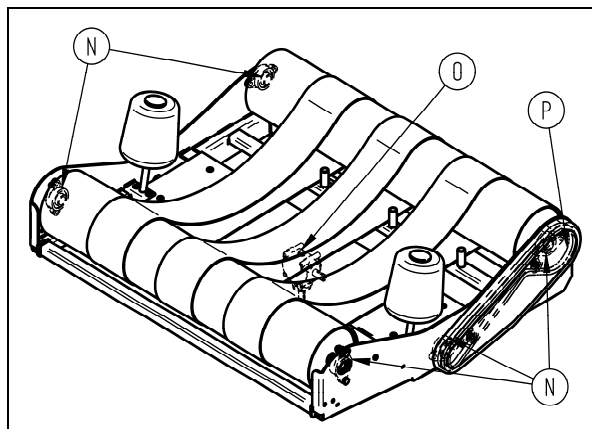

fig.32 – Points de lubrification berceau
- La lubrification de la chaîne de transmission du berceau (fig.32, P)
- Graisser les roulements des supports des rouleaux sur le berceau (fig.32, N)
- Lubrifier la chaîne de transmission du berceau (fig.32, P)
Remplacer l'huile du renvoi angulaire du berceau pivotant avec l'huile SAE 90 en quantité de 0.8 kg (fig.32, O)